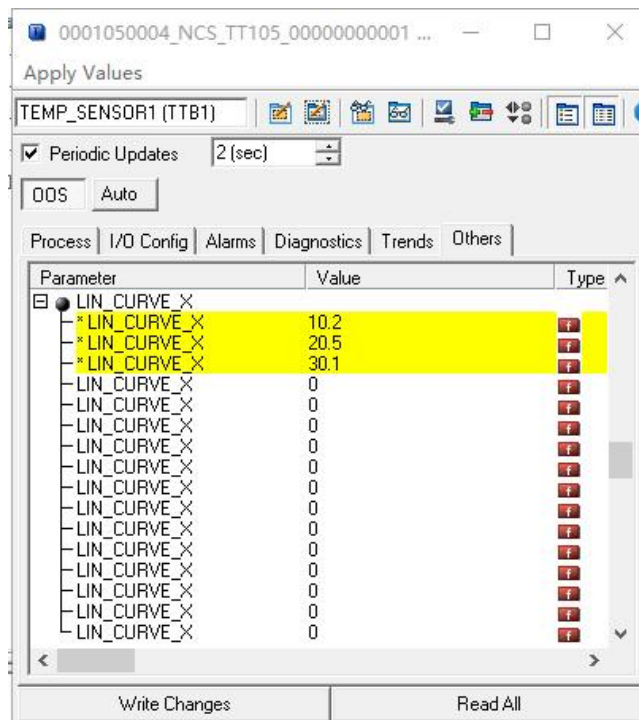

图 3.5 参数 CAL\_POINT\_X 的配置
- 通过标准源输入标准信号，并在组态软件上打开相应的变换块，分别读取参数 PRIMARY\_VALUE 的值，将该值写入 CAL\_POINT\_X 数组。例如将读到的 10.2，20.5，30.4 分别写在 CAL\_POINT\_X 数组里，如图 3.5 所示。到此校准工作结束。